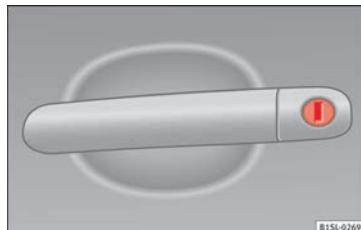

Fig. 137 Maniglia della porta del conducente con cilindretto di serratura
- Introdurre l'ingegno della chiave nella serratura e sbloccare o bloccare il veicolo » fig. 137.